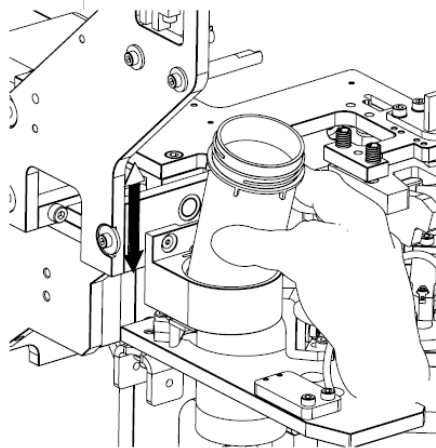

Figura 20 – Colocación del Matraz de Fijación
- Inserte el juego entre los rodillos y asegúrese de que la pieza esté centrada, como se muestra en la Figura 20 - Colocación del conjunto Filtro + Prefiltro;